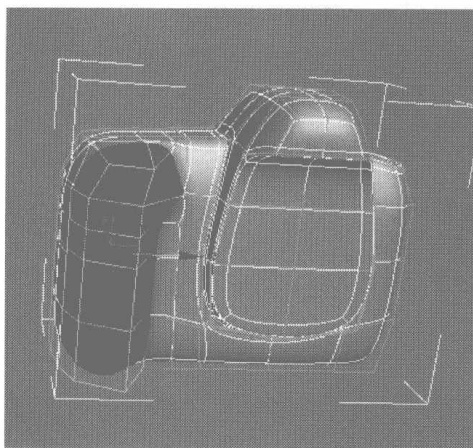
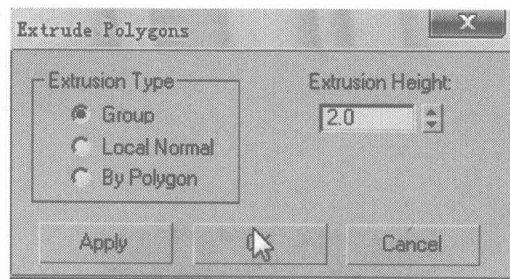

图 6.49
图 6.50
- 05 切换为面编辑，选择如图 6.49 所示的面，在 Edit Polygons 卷展栏中单击 **Extrude** 右侧的小按钮，在弹出的对话框中设置挤压参数，如图 6.50 所示。